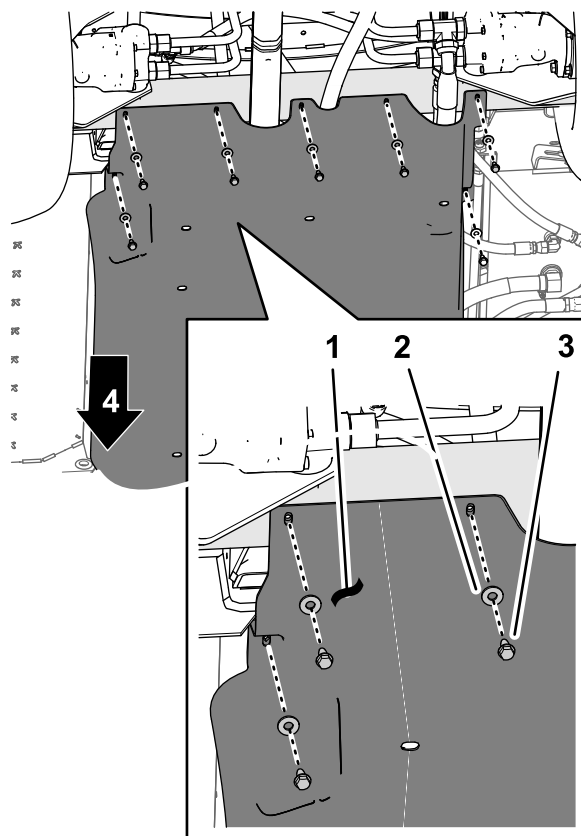

Рисунок 124
4. Совместите отверстия в задней части кожуха ходовой части с отверстиями в шасси (Рисунок 124).
5. Присоедините заднюю часть кожуха ходовой части к шасси с помощью 7 болтов с фланцевыми головками (5/16 x 7/8 дюйма) и 7 шайб (5/16 дюйма), снятых при выполнении пункта 1 раздела 7 Демонтаж кожуха ходовой части (страница 17) (Рисунок 124).